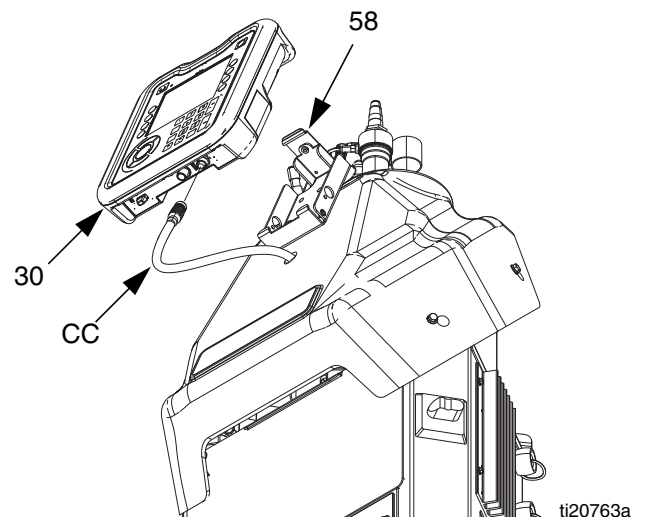

FIG. 46
2. Desconecte el cable (CC) de la parte inferior del ADM (30). Consulte FIG. 46.
3. Retire el ADM del soporte (58).